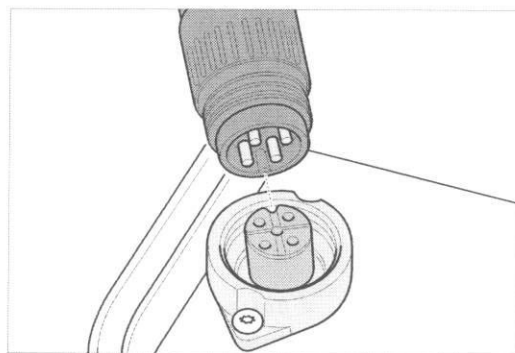

Fig. 21 Veillez à ce que l'ergot de la fiche soit introduit dans la rainure de la prise.
- 4 Branchez la fiche de câble du détecteur de commutation de pression dans l'interrupteur Marche/Arrêt et verrouillez-la en tournant la bague fileté. Veillez à ce que l'ergot de la fiche soit introduit dans la rainure de la prise (fig. 21).